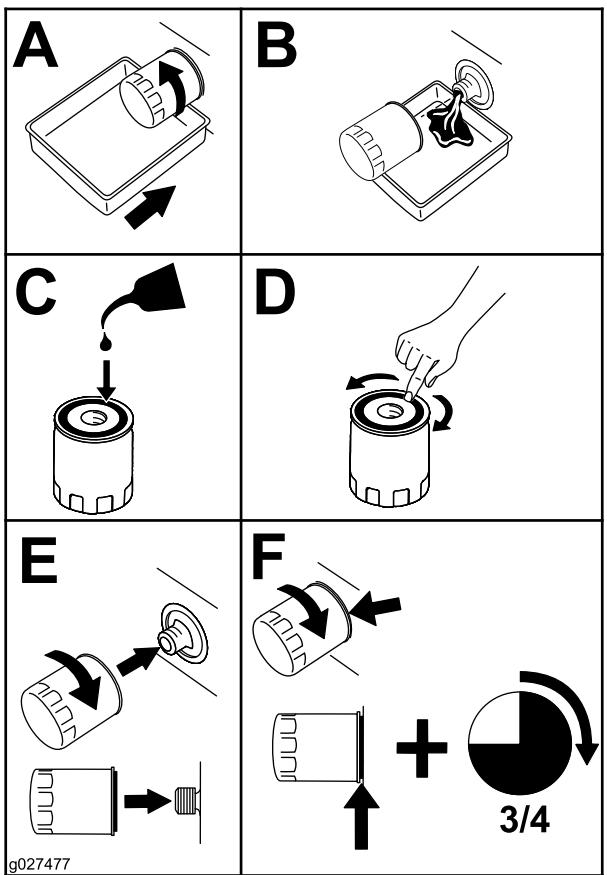

Bild 51
- Wechseln Sie den Ölfilter wie in Bild 51 gezeigt.